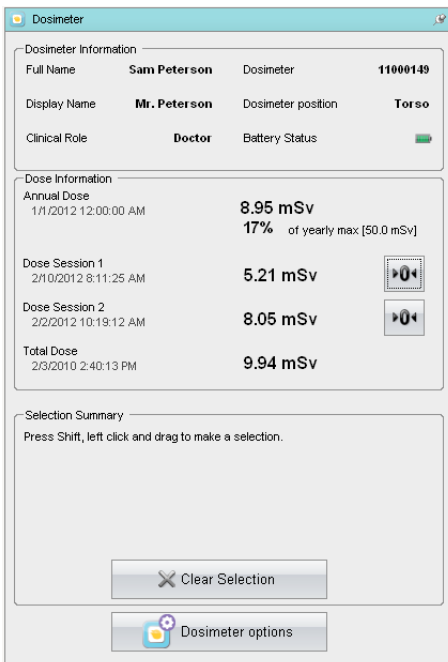

Abbildung 4. Dosimeterbereich
3. Um das Dialogfeld Dosimetroptionen zu öffnen, klicken Sie auf die Schaltfläche "Dosimetroptionen" (siehe "Abbildung 4. Dosimeterbereich" auf Seite 11). Das Dialogfeld Dosimetroptionen enthält zwei Registerkarten: Informationen und Einstellungen (siehe unten).